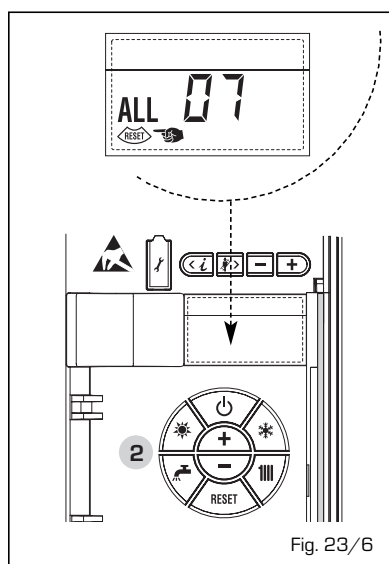

Fig. 23/6
- ANOMALIA FIAMMA PARASSITA "ALL 08" (fig. 23/7)